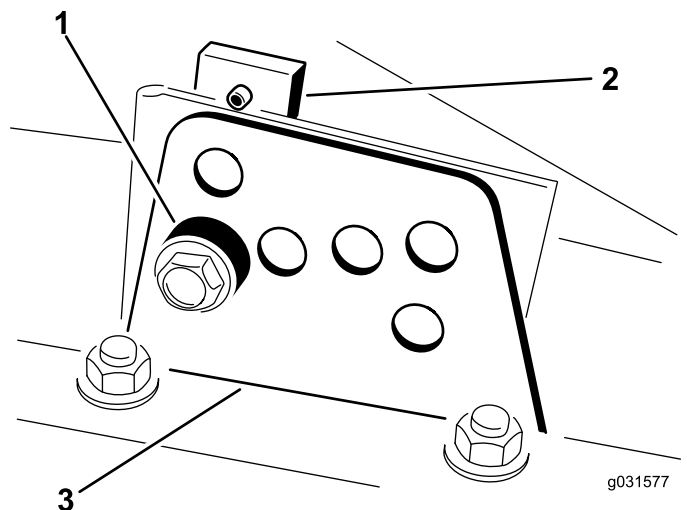

Figura 17
4. Sujetando la cámara, retire el espaciador (Figura 17)
2. Afloje el perno que sujeta cada soporte de altura de corte a la pletina de altura de corte (delante y en cada lado), tal y como se muestra en la Figura 17.